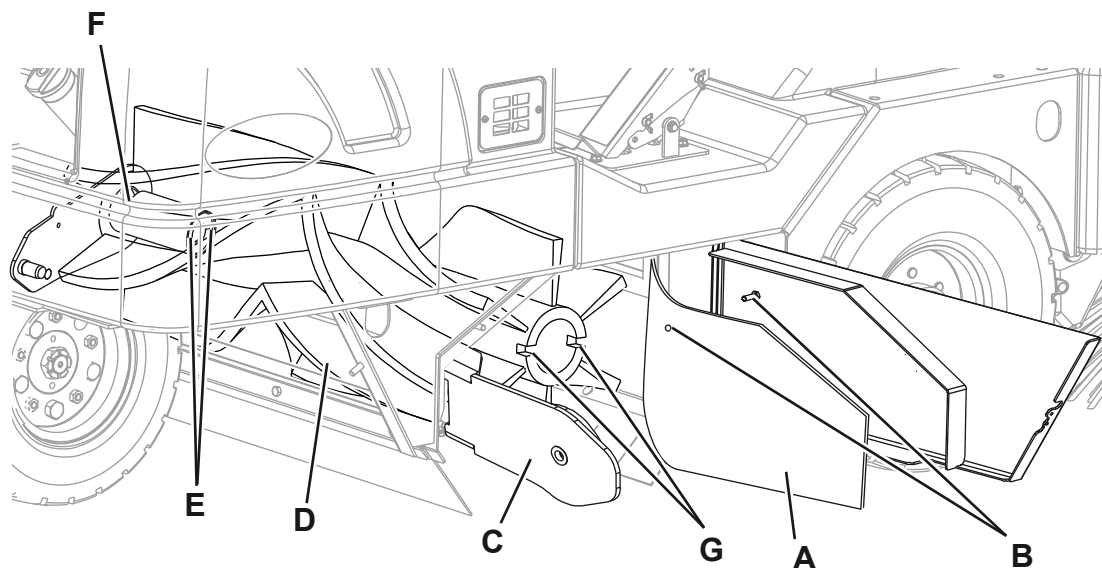

Abbildung 2
3. Zündschlüssel (66) drehen und Gerät einschalten.
4. Hauptkehrwalze mit dem Hebel (53) absenken.
5. Zündschlüssel (66) in Stellung „O“ drehen und Gerät ausschalten.
6. Rechte Abdeckplatte (18) öffnen.
7. Die seitliche Schmutzfangklappe (A, Abb. 2) beiseite drücken und am Haltestift (B) befestigen.
8. Aggregat des Lenkhebels (C) vom Kern der Hauptkehrwalze (D) abnehmen.